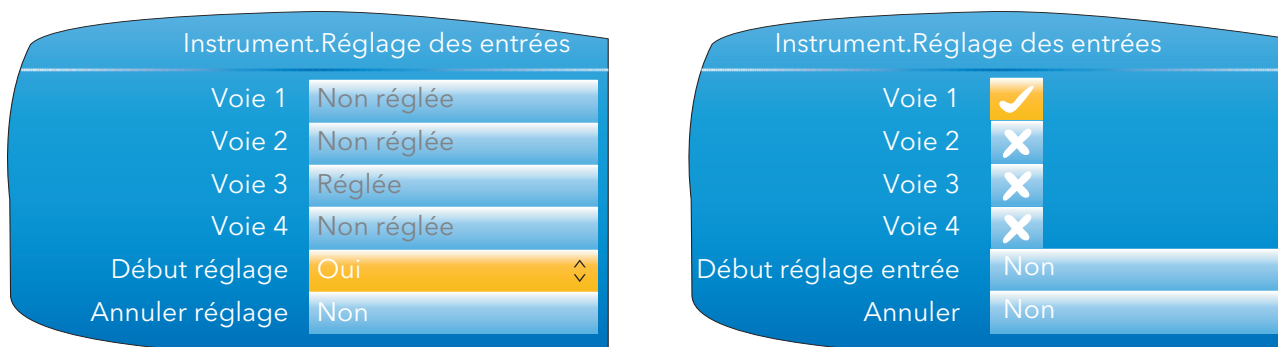

Figure 4.1.9b Procédure de réglage des voies (1)
1. Comme le montre la figure 4.1.9b, sélectionnez le champ « Début réglage », puis utiliser la touche de défilement pour accéder au mode d'édition. Utilisez les touches fléchées verticales pour sélectionner « Oui ». Utilisez le bouton de défilement pour remplacer la « croix » de Voie 1 par une « coche ». Répétez la procédure pour toutes les autres voies à ajuster.